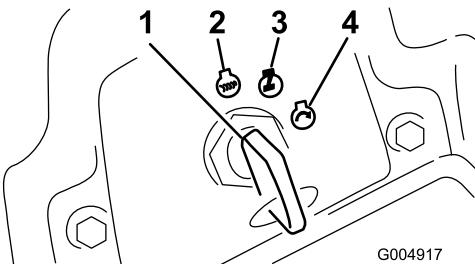

Figure 48
6. Tournez la clé dans le sens horaire en position Contact (Figure 48).
3. Tournez la clé de contact à la position arrêt (Figure 48). Attendez l'arrêt de toutes les pièces mobiles avant de quitter la position d'utilisation.